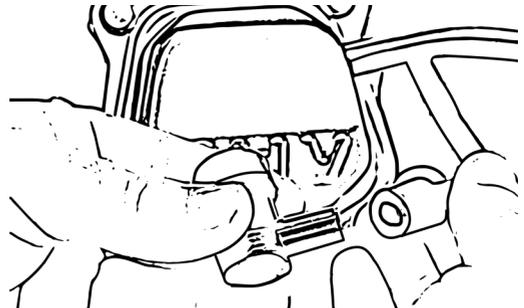

Figure 37
- Insérez le connecteur de bougie supplémentaire sur le câble en appuyant fermement et tournez le connecteur de bougie dans le sens des aiguilles d'une montre pour le fixer, fig. 37.